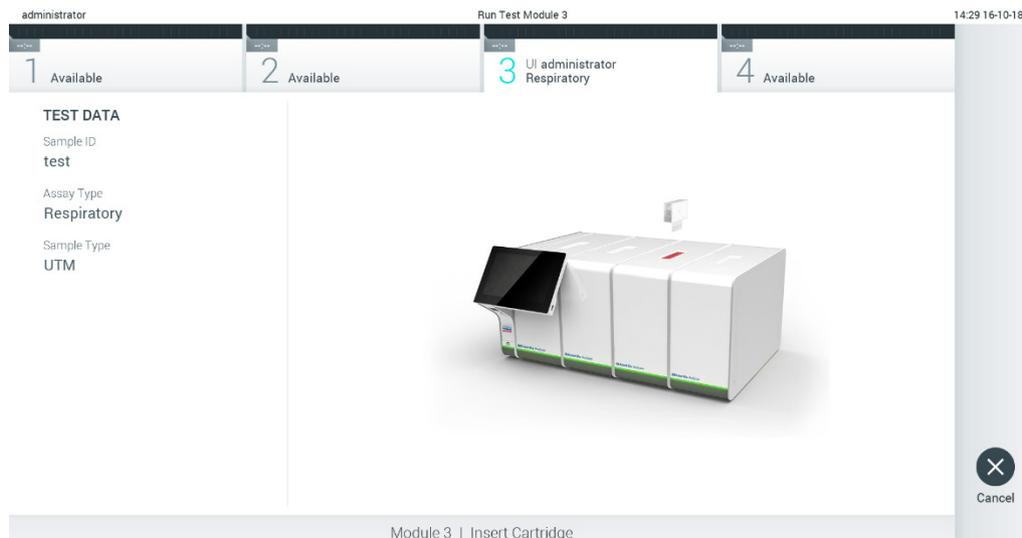

図 27. **QIAstat-Dx assay cartridge** を **QIAstat-Dx Analyzer 1.0** に挿入。
- QIAstat-Dx assay cartridge** のスワブポートとメインポートのサンプル蓋がしっかり閉じてあることを確認します。**QIAstat-Dx Analyzer 1.0** の上部のカートリッジ入口ポートが自動的に開いたら、バーコードを左に、反応チャンバーを下に向けて **QIAstat-Dx assay cartridge** を挿入します (図 27)。